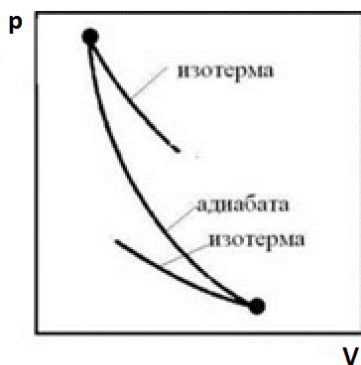

Рис. 1
Из соотношения (2) видно, что работа, которую выполняет газ при адиабатическом расширении, совершается за счет уменьшения его внутренней энергии, т.е. газ при этом охлаждается. При адиабатическом сжатии, наоборот, происходит нагрев газа. На графике это проявляется в том, что адиабата пересекает сетку изотерм (рис.1). Нагрев газа при адиабатическом сжатии легко обнаруживается при работе воздушного (напр., велосипедного) насоса, а в дизельных двигателях используется для воспламенения топливной смеси. Адиабатическое охлаждение применяется в разнообразных холодильных установках.